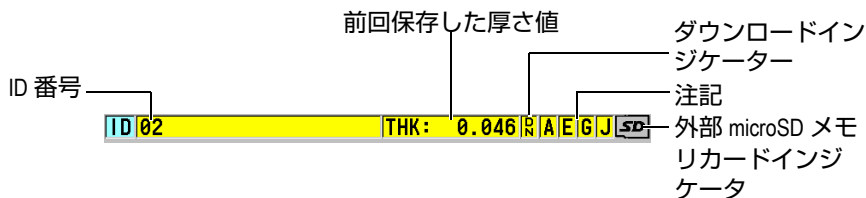

図 3-2 ID バー
測定画面の上部にある ID バーには、実際の厚さ測定位置の ID、前回保存した値、および注記インジケータがあります (56 ページの図 3-2 参照)。新たに取得した値からではなく、以前に保存した厚さ測定値がファイルから読み出されると、ダウンロードインジケータ (R) が現れます。